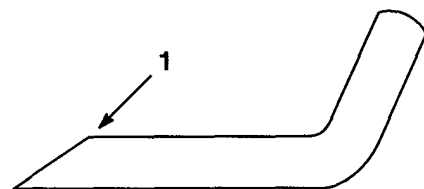

Figure 27
6. AIGUISAGE DE LA LAME—Au moyen d'une lime, affûter la partie supérieure de la lame en conservant l'angle de coupe original (Fig. 27). Si la même quantité de métal est retirée sur chaque tranchant, la lame reste équilibrée.